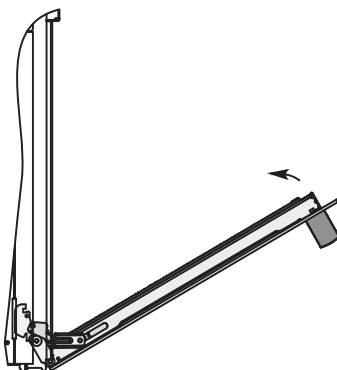

Рис. 12
3. Прикрыть дверцу до упора, не прикладывая усилия, пока фиксатор не зафиксирует шарнир, см. рис. 12;